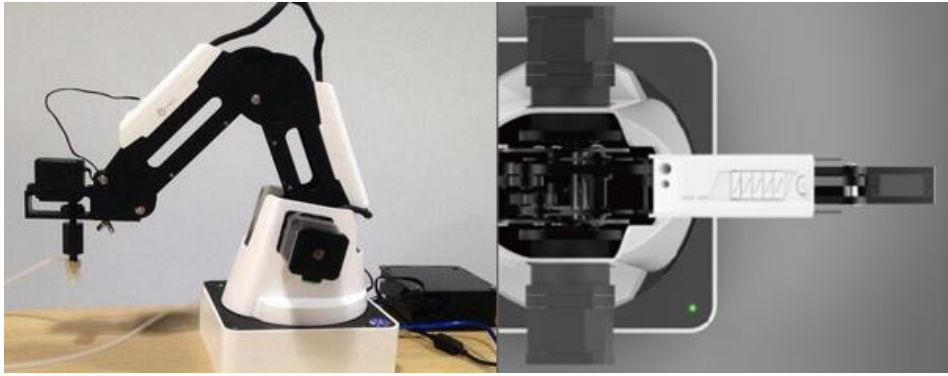

图 1.1 大小臂位置示意图
- 开机前请将机械臂置于工作空间内且放大小臂夹角约45°（如图 1.1所示）。开机后如果指示灯为红色，说明机械臂处于限位状态，请确保机械臂在工作空间内。